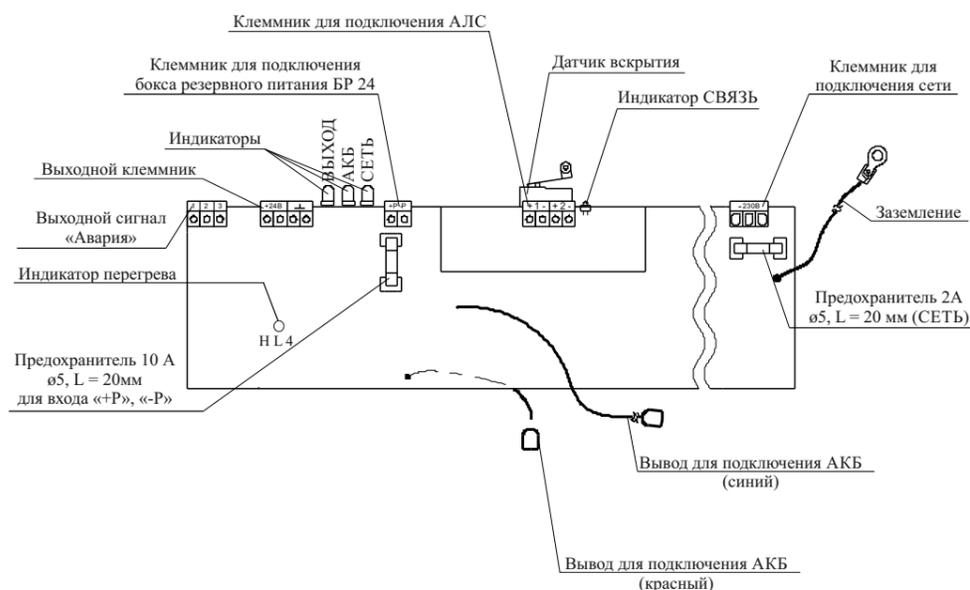

Рисунок 2
6.3 Подключение источника (рисунок 2) производить в следующей последовательности: